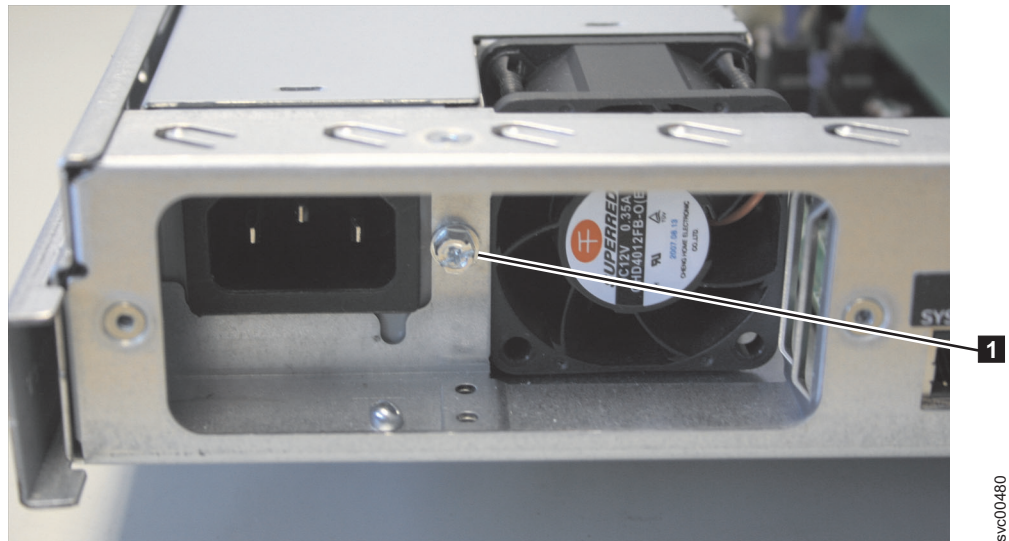

図 14. SAN ボリューム・コントローラー 2145-8A4 ノードの止めねじ
2. 電源ケーブル・ソケットの横の止めねじ **1** を 3 回まわして緩めます。ただし取り外しません。(図 14 を参照)。